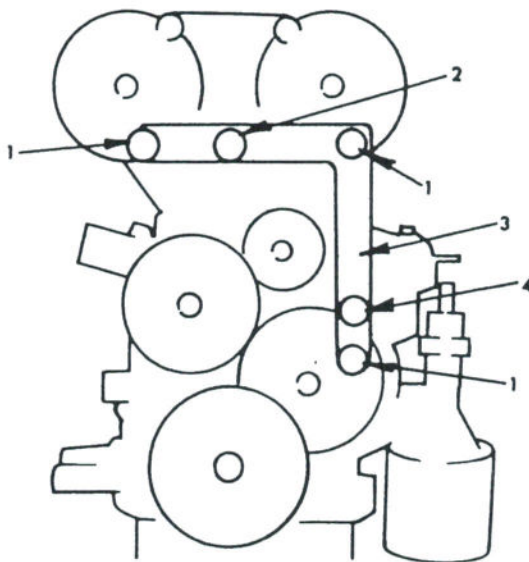

Bild 33
- Am Motorblock das Werkzeug A.60319 anschrauben (Bild 33). Ist das Antriebsrad der Nebenantriebswelle auf 34° von der Senkrechten eingestellt, zeigt die Nase unten am Werkzeug auf die Markierung des Antriebsrades.